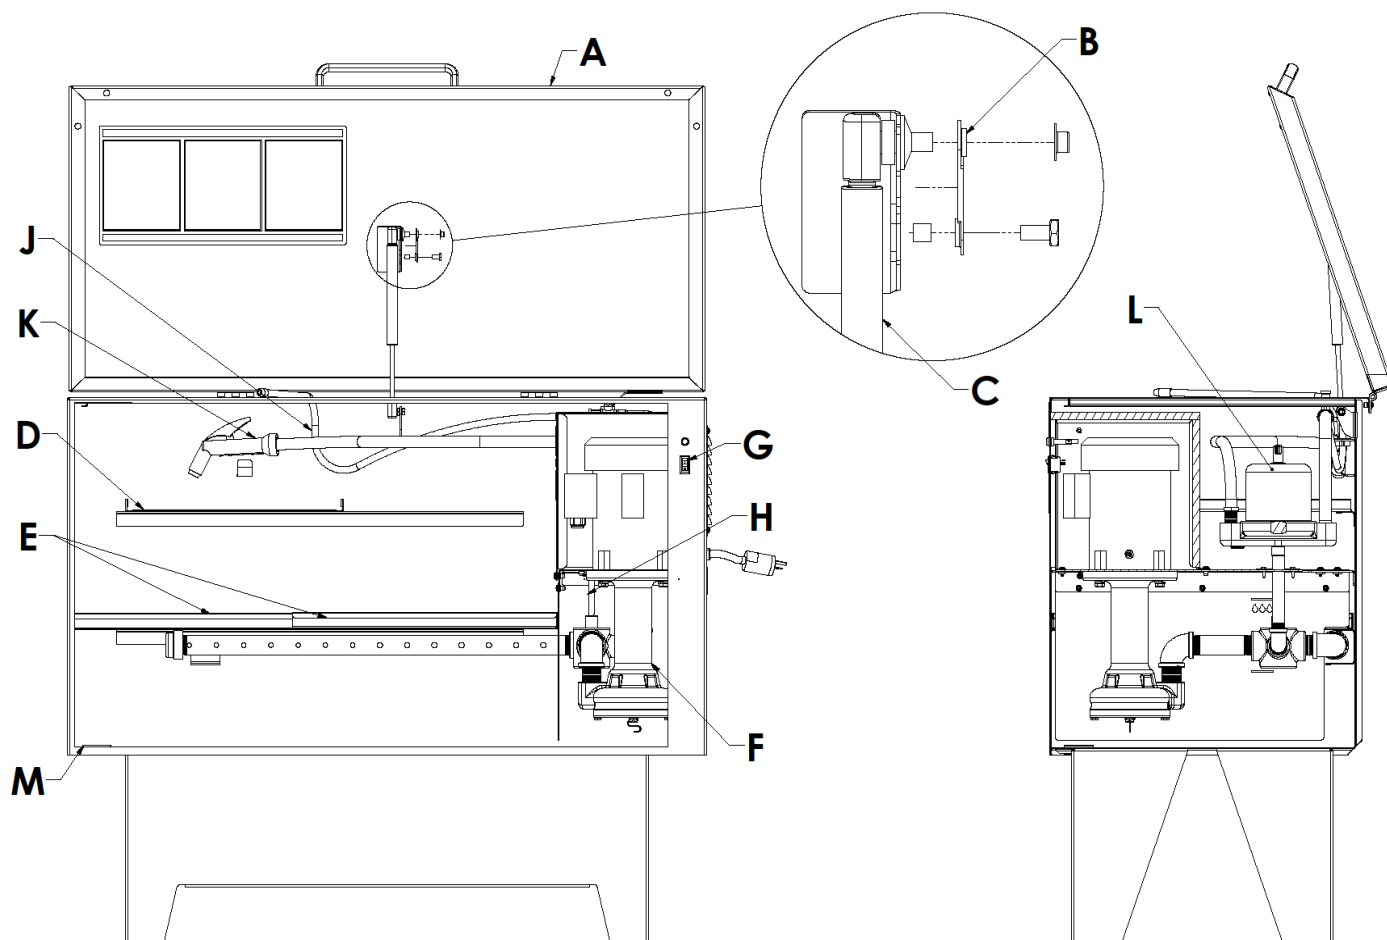

FIGURA 1
Abra la tapa de seguridad automática (FIGURA 1 (A)) de su PrintClean y notará que se levanta con una mano de manera sencilla y fácil. No hay nada que conectar ni que desconectar para abrir o cerrar la tapa.
La tapa de su PrintClean está equipada con un resorte a gas de dos vías (FIGURA 1 (C)) que también incluye un eslabón fusible (FIGURA 1 (B)). Cuando se abre, el mecanismo de la tapa sostiene la tapa en un ángulo ligeramente inclinado hacia adelante. Este ángulo es necesario a fin de asegurar que el eslabón fusible de la tapa cumpla su función en el improbable caso de incendio en el depósito. En caso de un incendio, el eslabón fusible se fundirá a 165 °F, permitiendo que la tapa se cierre de golpe y reduciendo el aporte de oxígeno al incendio.
Todas las PrintClean vienen equipadas con un estante perforado (FIGURA 1 (D)) y dos estantes telescópicos (FIGURA 1 (E)), los cuales sirven como barrera de bordo libre para ayudar a limitar las emisiones de VOC. Sus propias necesidades de limpieza determinarán cual será la mejor posición para su operación.
La unidad de bombeo centrífugo (FIGURA 1 (F)) suministrada con la PrintClean es una unidad resistente con calidad de “máquina herramienta” que juega un papel importante en la limpieza de piezas. Es particularmente útil para enjuagar la suciedad y la grasa reblandecida después de remojar las piezas.
Para operar la bomba y la agitación del depósito después de llenar la unidad, encienda el interruptor (FIGURA 1 (G)) en el frente de la PrintClean o active el paso de aire por la válvula. Se deberá encender la luz piloto, indicando que la bomba está funcionando. En todos los modelos, la válvula pequeña en la manguera metálica flexible (FIGURA 1 (J)) le permite cortar el flujo hacia la manguera flexible, dirigiendo todo el líquido a través de la manguera aspersora (FIGURA 1 (K)). Siempre dirija el flujo hacia el depósito de manera tal que evite salpicar. Nunca apunte la boquilla aspersora a ninguna persona. En los modelos 554 hasta el 974, la válvula selectora (FIGURA 1 (H)) está ubicada en el lado derecho trasero interno del depósito. La válvula selectora permite utilizar la función de agitación en el depósito sola, las mangueras de enjuague y aspersión juntas o una combinación de las tres. (no incluido con la versión HP)
Su PrintClean está equipada con un filtro (FIGURA 1 (L)) con un elemento recolector de malla reutilizable. Este recolector de malla debe limpiarse al menos una vez a la semana y con mayor frecuencia cuando el uso es pesado, a fin de ayudar a alargar la vida del líquido de limpieza y aumentar la eficiencia de la limpieza. Cada cierto tiempo, se puede reemplazar el recolector de malla por un cartucho de filtro de aceite en el contenedor del filtro (consulte la lista de piezas de repuesto a continuación). Si deja funcionar la bomba durante unas horas jalará más contaminantes del líquido y ayudará a extender la vida útil del líquido. (no incluido con la versión HP)